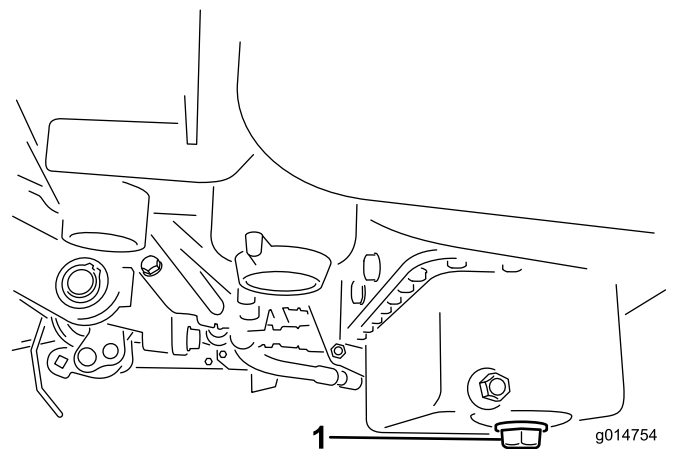

図 31
1. ドレンプラグを外してオイルを容器に受ける。オイルが抜けたらドレンプラグを取り付ける 図 31。